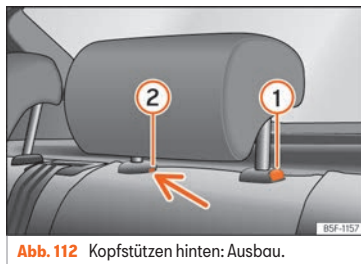

Abb. 112 Kopfstützen hinten: Ausbau.
- Drücken Sie die Taste » **Abb. 112** ① und gleichzeitig mit einem Schlitzschraubendreher (Breite max. 5 mm) in die Öffnung der Verriegelung ② und ziehen Sie die Kopfstütze heraus.